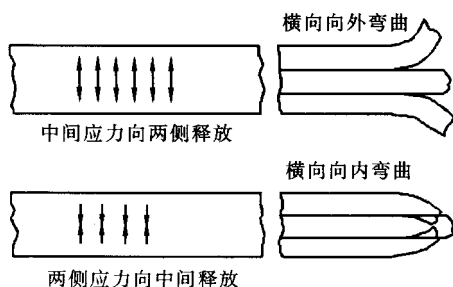

图 3 内部残余应力引起弯曲
①原材料弯曲。钢板在轧制过程中的内部应力没有完全消除,纵剪后应力释放而呈现弯曲(图 3)。